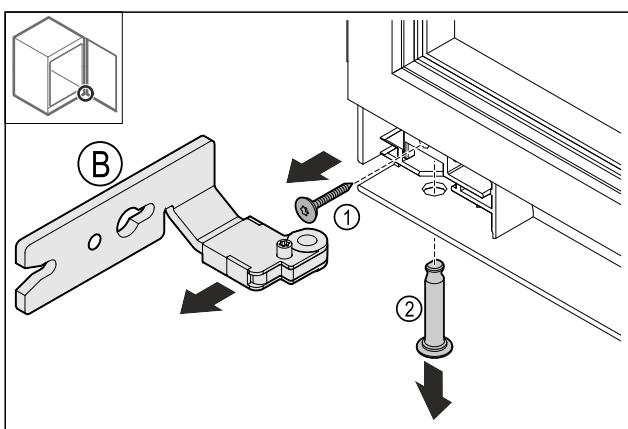

Fig. 15
- Odvignite vijak Fig. 15 (1).
► Odvignite svornjak Fig. 15 (2).
► Skinite šarku Fig. 15 (B).